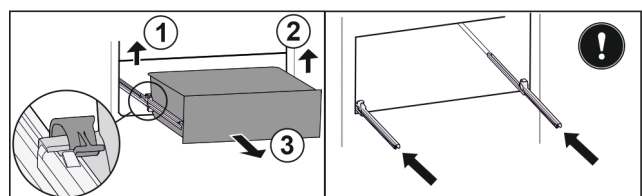

Fig. 95
- ▶ Підняти лівий затискач і одночасно висувний ящик ліворуч потягнути вперед. Fig. 95 (1)
- ▶ Підняти правий затискач і одночасно висувний ящик праворуч потягнути вперед. Fig. 95 (2)
- ▶ Вийняти висувний ящик рухом вперед. Fig. 95 (3)